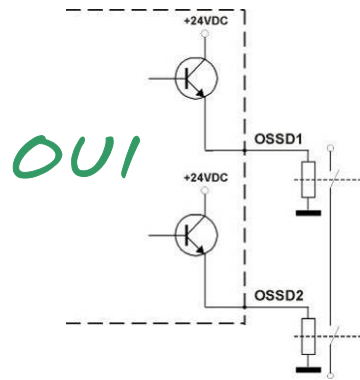

Fig. 18
- Les contacts de sécurité OSSD1 et OSSD2 ne peuvent en tout état être reliés en série ou en parallèle entre eux mais les deux peuvent être utilisés séparément (voir Fig.18).